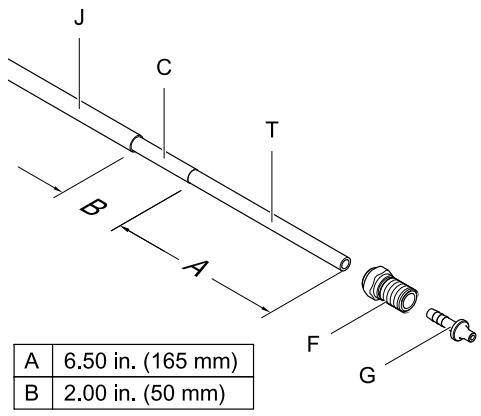

Figure 12 铠装软管 24M732 在喷枪处的尺寸
2. 为了正确安装流体软管，软管必须按照图 12 所示尺寸拆开并进行组装。在软管内管 (T) 上涂抹绝缘润滑脂。滑动管接头 (F)，将其安装在管子 (T) 上。将带有倒钩的管接头 (G) 压入管子中，一直到其肩部接触管子。完全按照这些尺寸安装一根新的 Graco 水性流体软管。
6. 检查螺母 (105) 是否牢固拧紧在套圈外壳 (103) 上。
7. 将排气管 (36) 压入排气阀倒钩 (C) 上。用夹子 (43) 进行固定。